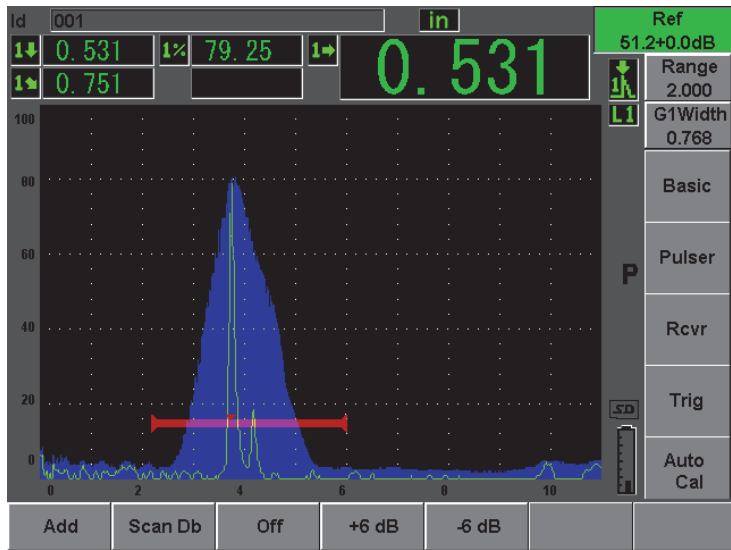

图 10-25 设置参考增益
5. 参考增益被激活后，使用 **Add**（增加）、**Scan dB**（扫查增益）、**+6 dB**、**-6 dB** 及 **Off**（关闭）参数，对扫查增益进行调整（参见第 186 页的图 10-25）。要了解更多关于这些功能的信息，请参阅第 114 页的 6.3 部分。